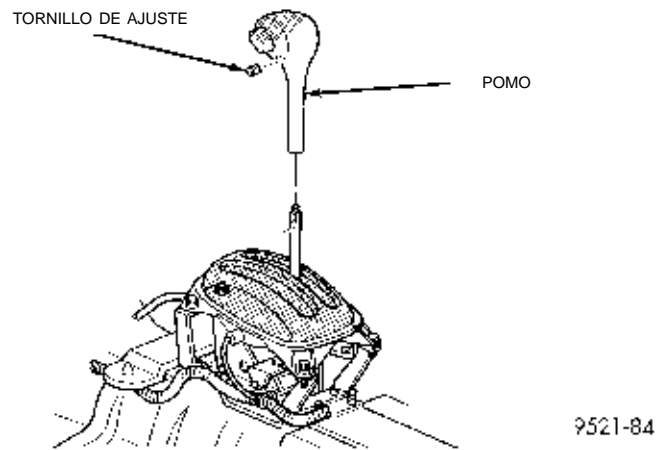

Fig. 207 Empuñadura del cambio de marchas
(1) Desconecte y aisle de la batería del vehículo, el cable negativo (-).
(2) Retire el conjunto de consola. Consulte el Grupo 23, Carrocería.
(3) Retire el tornillo de ajuste del pomo del cambio de marchas y el pomo. (Fig. 207).